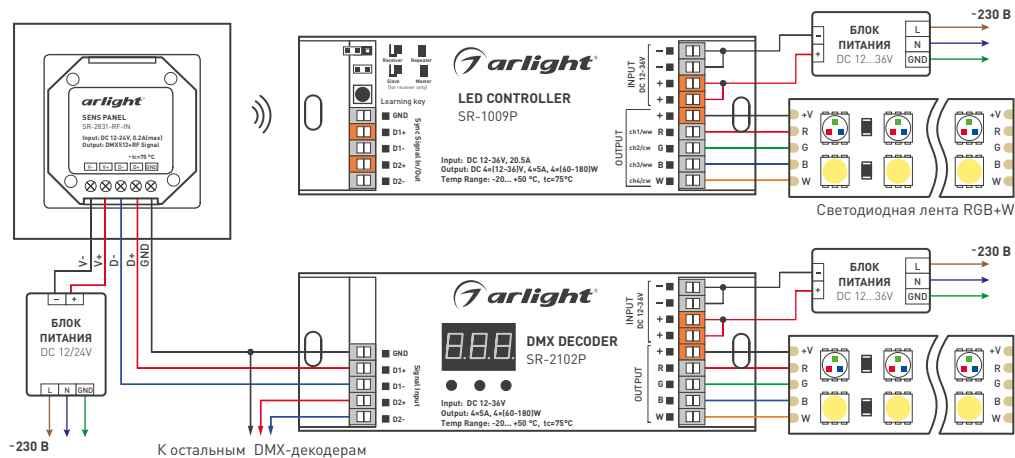

Рисунок 1. Схема подключения оборудования на примере контроллера SR-1009P и декодера SR-2102P.
- 3.2. Подключите светодиодную ленту, контроллеры, блоки питания и остальное оборудование (см. инструкции к используемому оборудованию). Пример подключения приведен на рис. 1.